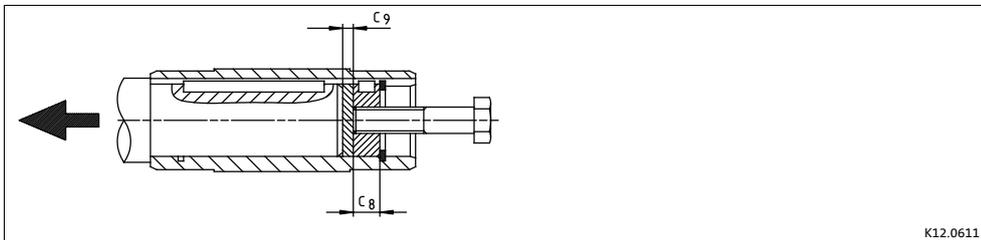

Abb. 6 Demontage von Getrieben mit Hohlwelle, mit Hilfswerkzeug; nicht für GKR
2. Getriebe mit geeignetem Hilfswerkzeug von der Motorwelle abziehen/abdrücken (Abb. 6).